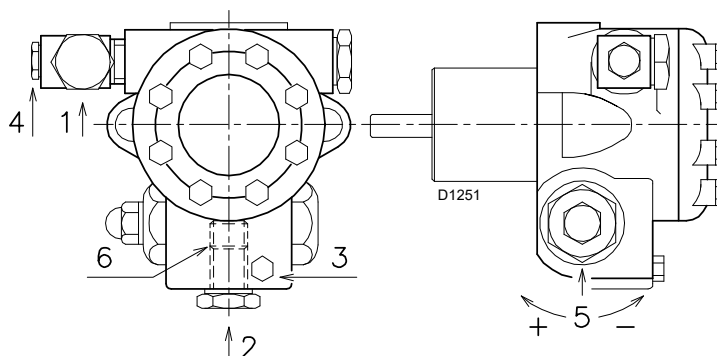

Fig. 17
- A fin de que la bomba pueda autocebarse, es indispensable aflojar el tornillo 3 (Fig. 17) de la bomba para purgar el aire que pueda haber en el tubo de aspiración.
Para variar la presión de la bomba, usar el tornillo 5)(pág. 16 Fig. 17)